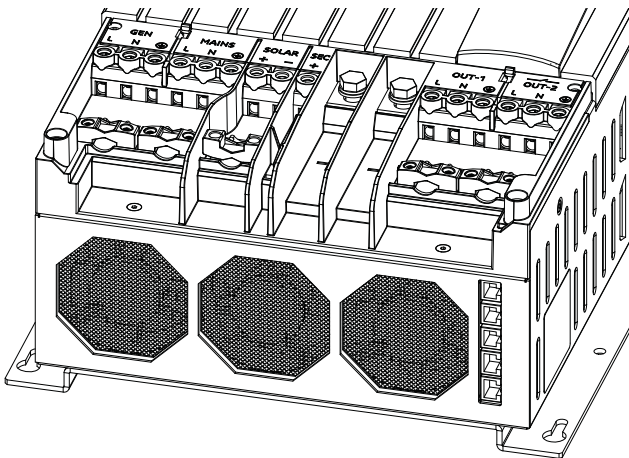

Abbildung 5-3: Frontabdeckung entfernt
- 2 Heben Sie die Frontplatte vom Gehäuse ab; siehe Abbildung 5-3